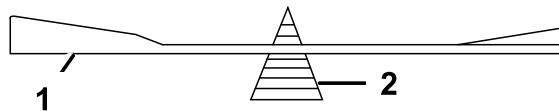

Figure 103
2. Vérifiez l'équilibre de la lame en la plaçant sur un équilibreur (Figure 103).